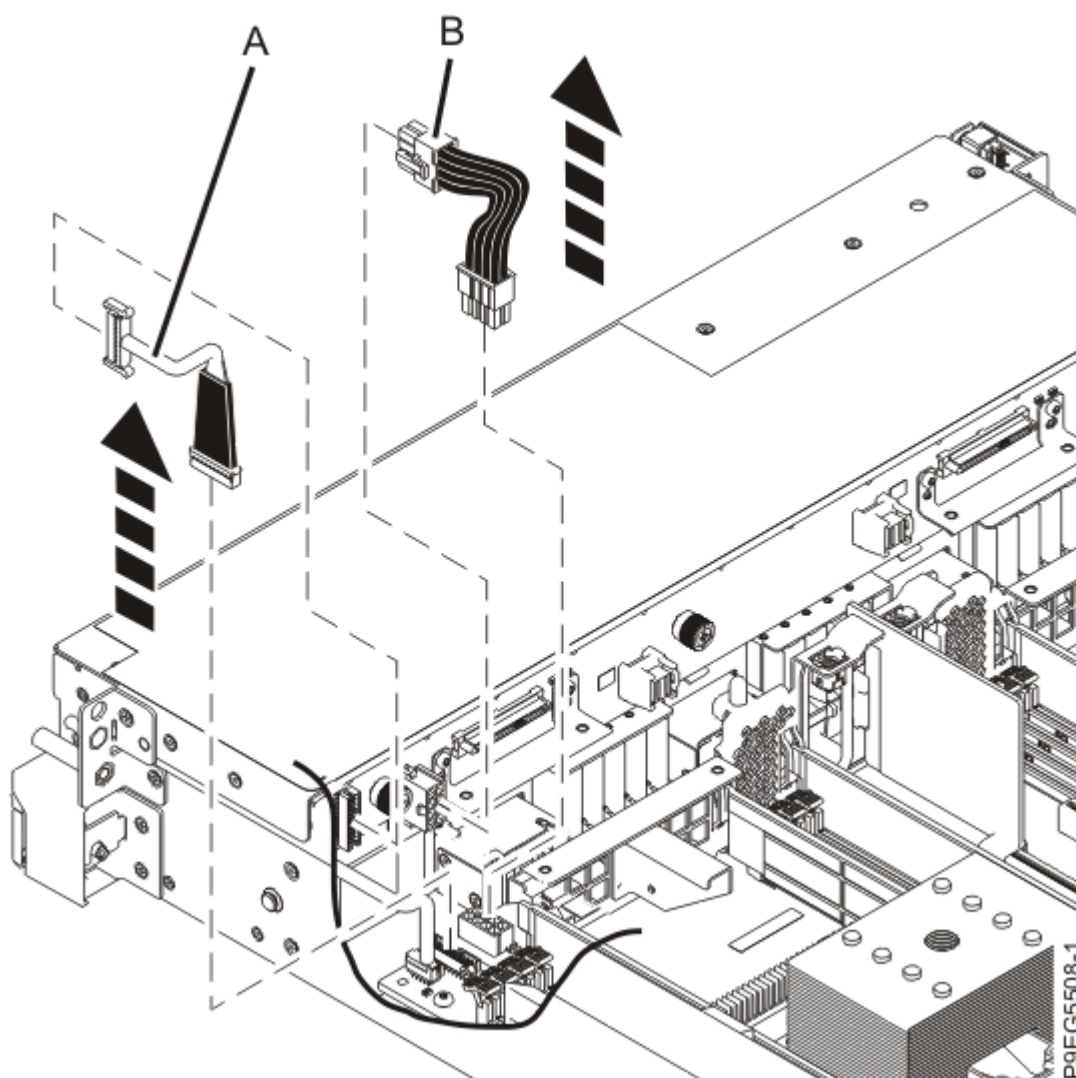

Figura 41. Desconectando o cabo de sinal e o cabo de energia
3. Etiquete e desconecte o cabo de sinal **(A)** do painel traseiro da unidade de disco conforme mostrado na Figura 41 na página 47.